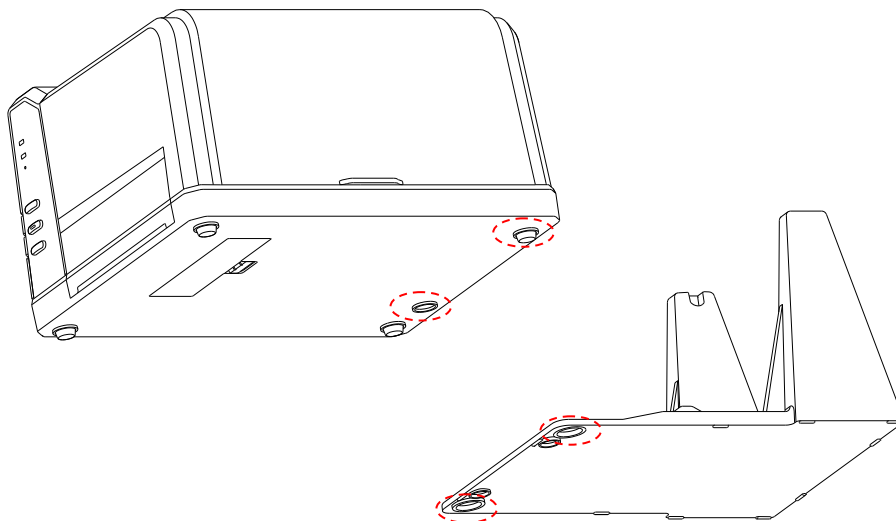

图 2-9
1. 将打印机底部的定位圈和脚垫分别套入外置纸架的两个定位孔，如图 2-9 所示。